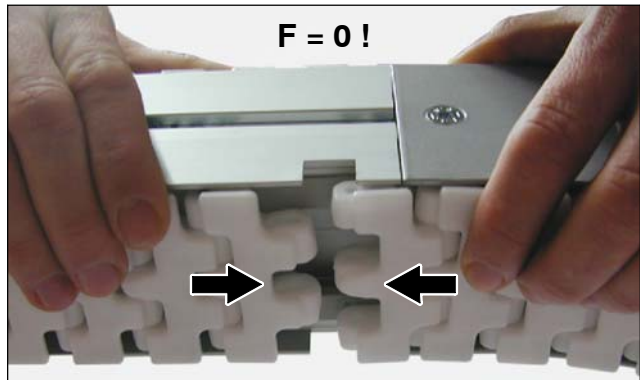

Fig. 7: Verificar o comprimento da corrente
- Verificar o comprimento da corrente (consulte Fig. 7).